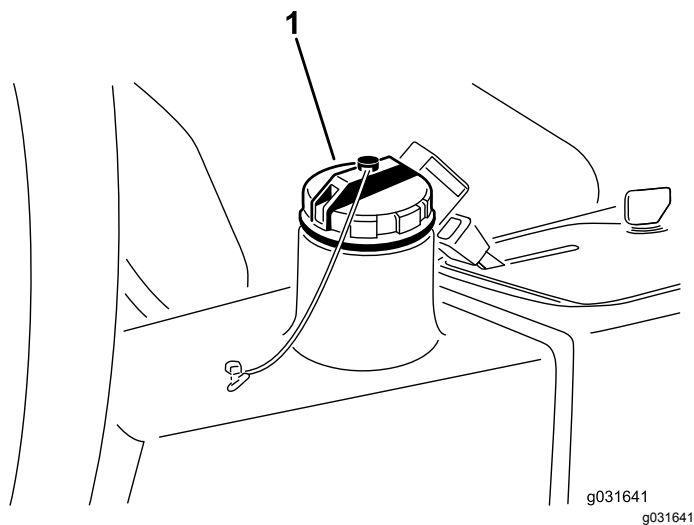

Figura 66
4. Encha o reservatório (Figura 66) com aproximadamente 13,2 litros de fluido hidráulico; consulte Verificação do sistema hidráulico (página 53).